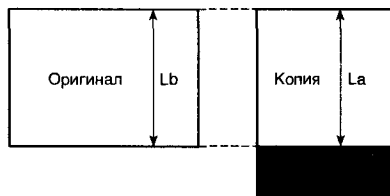

Рис. 30. Регулировка центрального отклонения копии в модели SF-7320
4. Сравните ширину оригинала L_b с шириной белого участка на копии L_a (рис. 30).